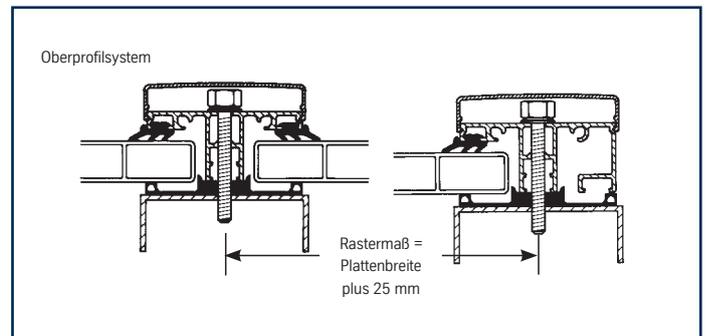

Abb. 24
b) Bei Oberprofilssystemen wird das Aluprofil auf die Verglasung bzw. das Weichgummiprofilband aufgelegt. Durch die bereits vorher angebrachten Durchgangsbohrungen wird durch das untere Weichgummi band in die Unterkonstruktion vorgebohrt (ca.  $\varnothing 5$  mm) und mit geeigneten Edelstahlsschrauben (siehe Alwo® Lieferprogramm) das gesamte System auf der Unterkonstruktion befestigt (siehe Abb. 24). Hierbei zentriert die im Weichgummi band vorgesehene Bohrrille den Bohrer bzw. die Schrauben. Die Schrauben dürfen nicht überdreht werden; deshalb nicht mit Schlagschraubern arbeiten. Es dürfen nur die zum System gehörenden Klemmschrauben verwendet werden, da sonst die Ausreißfestigkeit nicht gewährleistet ist. Für die einfache Verschraubung empfehlen wir SB 196, Spezialsteckschlüssel 3/8" für Alwo® Schrauben!